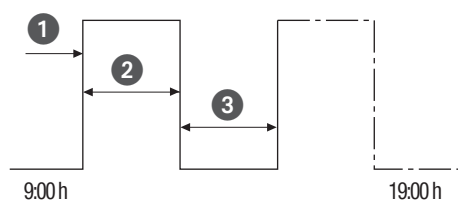

Bild 33: Cykelkoppling
- (Bild 33/①) starttid
- (Bild 33/②) period PÅ = koppling PÅ
- (Bild 33/③) period AV = koppling AV